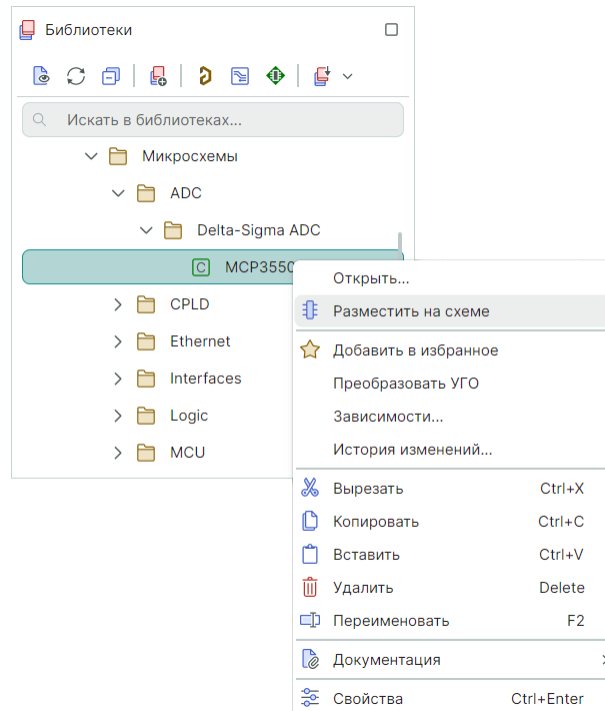

Рис. 41 Размещение компонента на схеме
2. Выберите в контекстном меню пункт «Разместить на схеме», см. Рис. 41.